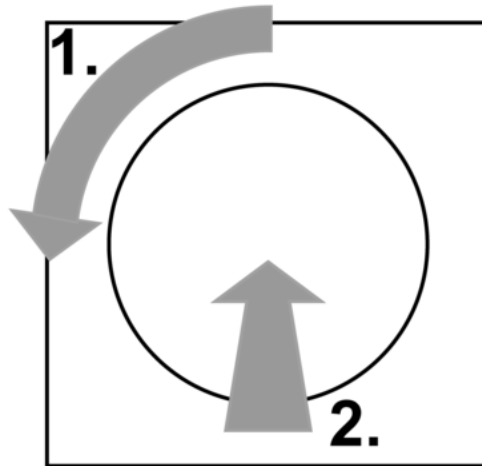

Figure 2: Luminosité minimale
- Tourner le bouton de réglage d'un quart de tour dans le sens antihoraire et appuyer sur le bouton de réglage (figure 2).